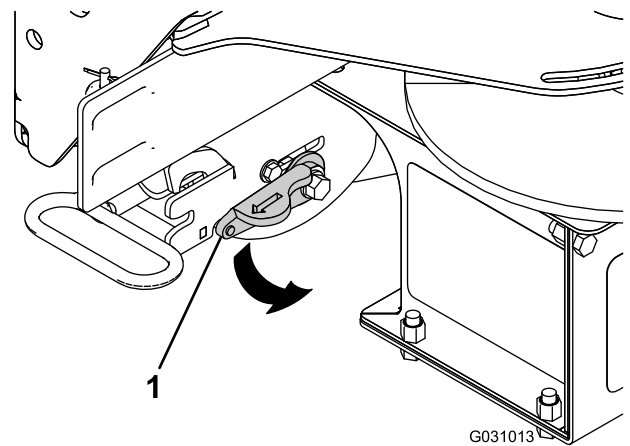

Bild 21
2. Drehen Sie den Sicherungshebel an der RT3-Halterung zum Verriegeln in die Position LOCK (Bild 21).